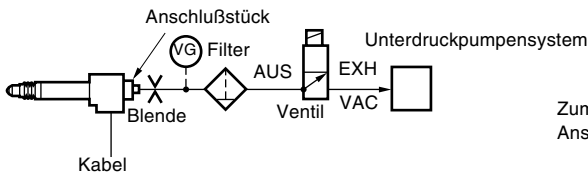
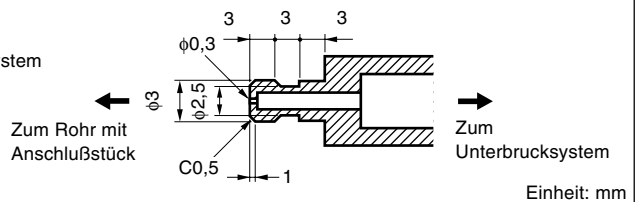

Abb. 1 Druckluftsystem
Abb. 2 Maße der Blende
- Für den Betrieb des Meßgeräts DG805BL, 810BL, mit einer Unterdruckpumpe ist das Druckluftsystem entsprechend Abb.1 anzuordnen. Der optimale Druck liegt bei 40 bis 66.7 kPa. Darüber hinaus ist eine Blende (siehe Abb. 2) am vom Druckluftheberanschluß kommenden Rohr anzubringen, um die Luftansaug- und ausstoßgeschwindigkeit zu steuern. Der Meßfühler wird beim Luftausstoß zur Unterdruckpumpe gehoben.